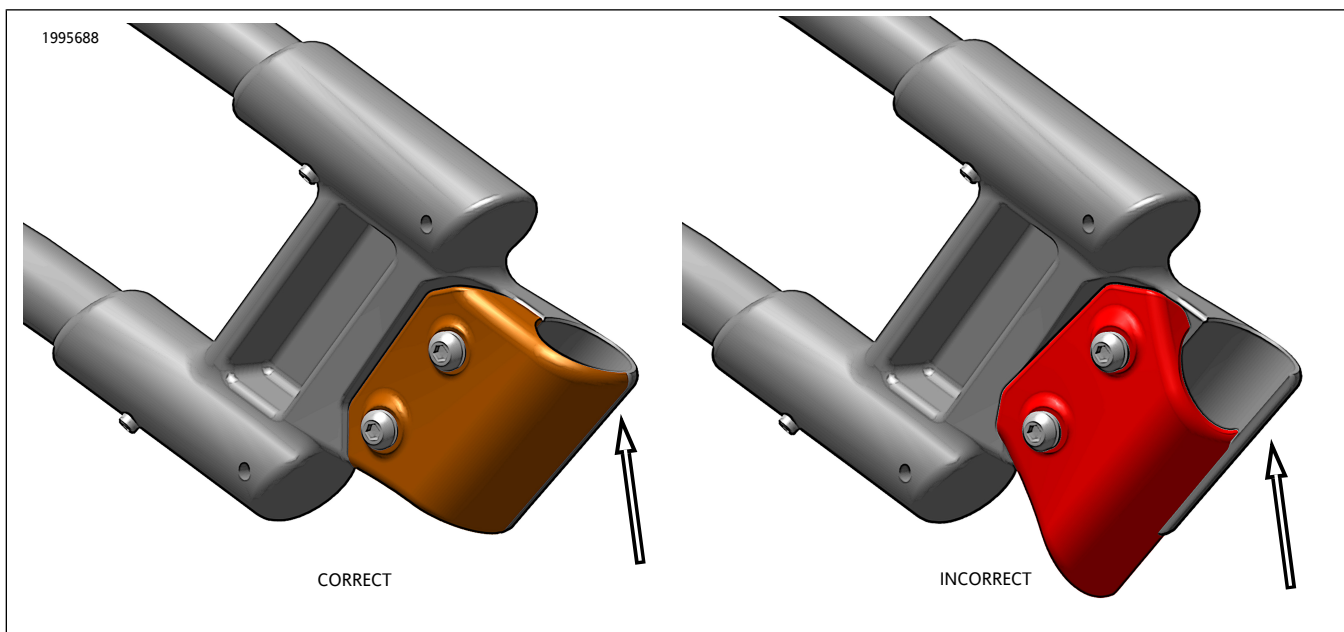

图5。套件90202916/90202917夹具方向
- d. 参见图5。套件90202916/90202917, 确定零件背面标记的正确夹具位置(左侧或右侧)。如图所示正确安装。